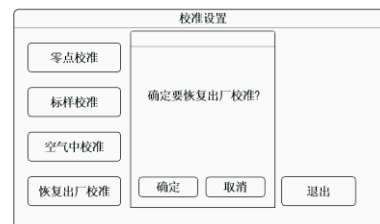

图2-37
- ◆ 恢复出厂校准：点击“恢复出厂校准”进入图2-37所示界面，按【确定】键执行恢复出厂校准，恢复出厂校准后，溶解氧恢复到出厂时的校准值。